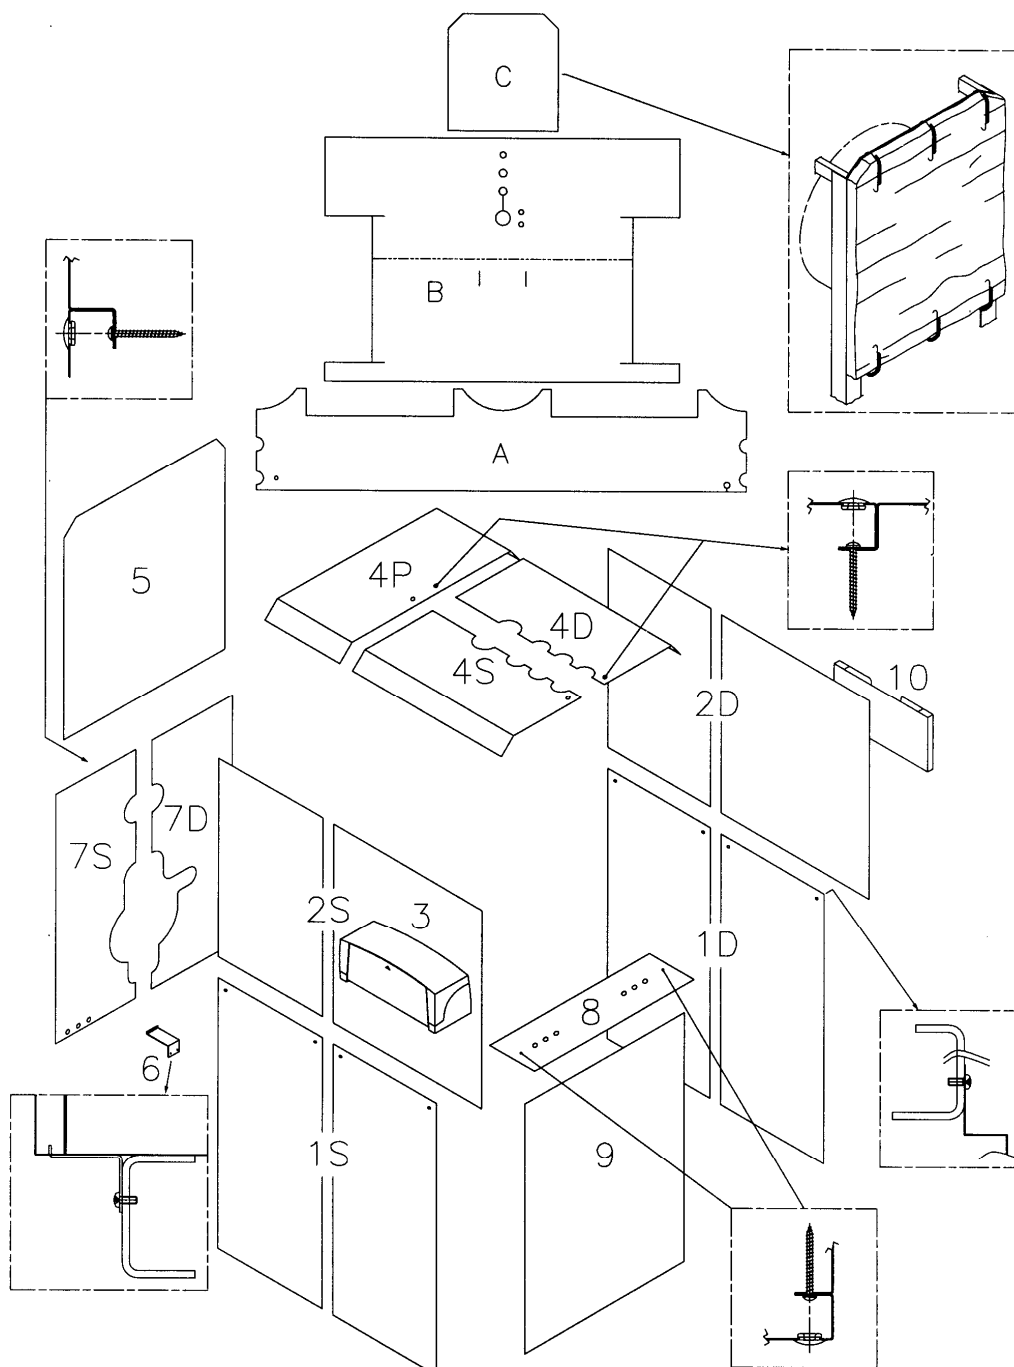

Fig. 6
5.4 RIVESTIMENTO caldaia mod. 450-860 (Fig. 6)
- Svolgere i capillari dei termostati e fissare il pannello comando (3) al fianco con le apposite viti, quindi inserire i bulbi nel pozzetto.
- Montare il pannello (5); fissare la staffa sostegno (6) sulla base del telaio, appoggiare il pannello (7D) e poi il pannello con passacavi (7S) su di essa agganciandoli ai pannelli laterali, bloccarli quindi con le viti e chiudendo i fori di passaggio con gli appositi tappi.
- Agganciare e fissare con le viti, il pannello ant./centrale (8) e quello ant./inf. (9).
- Agganciare infine il porta documenti (10) sul lato opposto del pannello comando fissandolo con la vite.